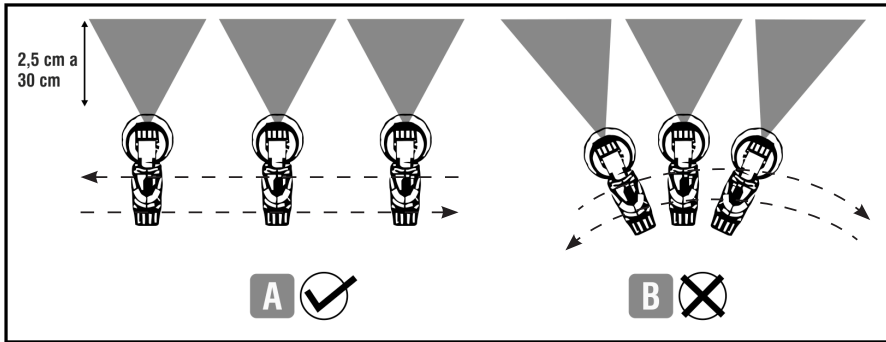

Fig. 8 - Distancia ideal para una buena pintura
- Pulverice la superficie a una distancia de 2,5 cm a 30 cm del objeto a ser pintado de acuerdo a la Fig. 8;